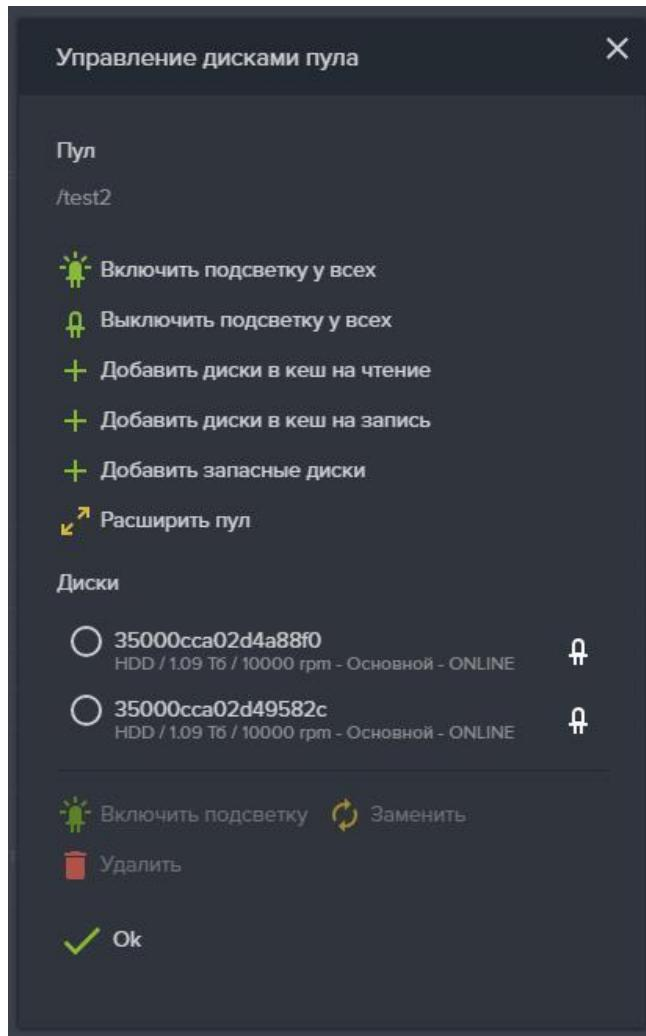

Рисунок 30 – Замена диска
3. Нажмите на кнопку «Управление дисками», откроется окно управления дисками пула (см. Рисунок 30).